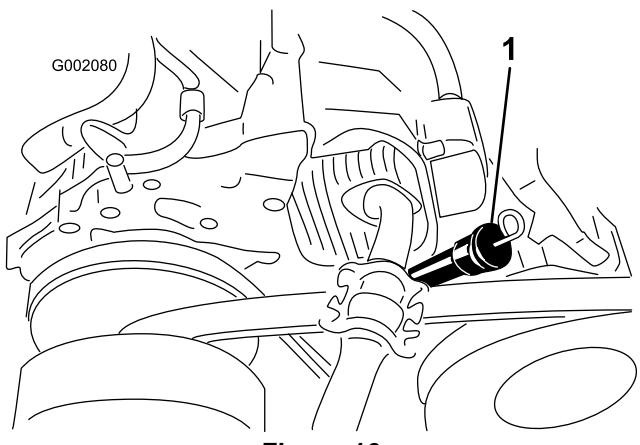

Figura 16
3. Usate un panno per pulire attorno al becco erogatore (Figura 16) in modo che la morchia non possa penetrare nel becco e danneggiare il motore.
4. Estraete l'asta di livello dell'olio e pulitene l'estremità (Figura 16).
5. Inserite a fondo nel becco erogatore l'asta di livello dell'olio (Figura 16).
8. Rimontate l'asta di livello dell'olio e inseritela a fondo (Figura 16).